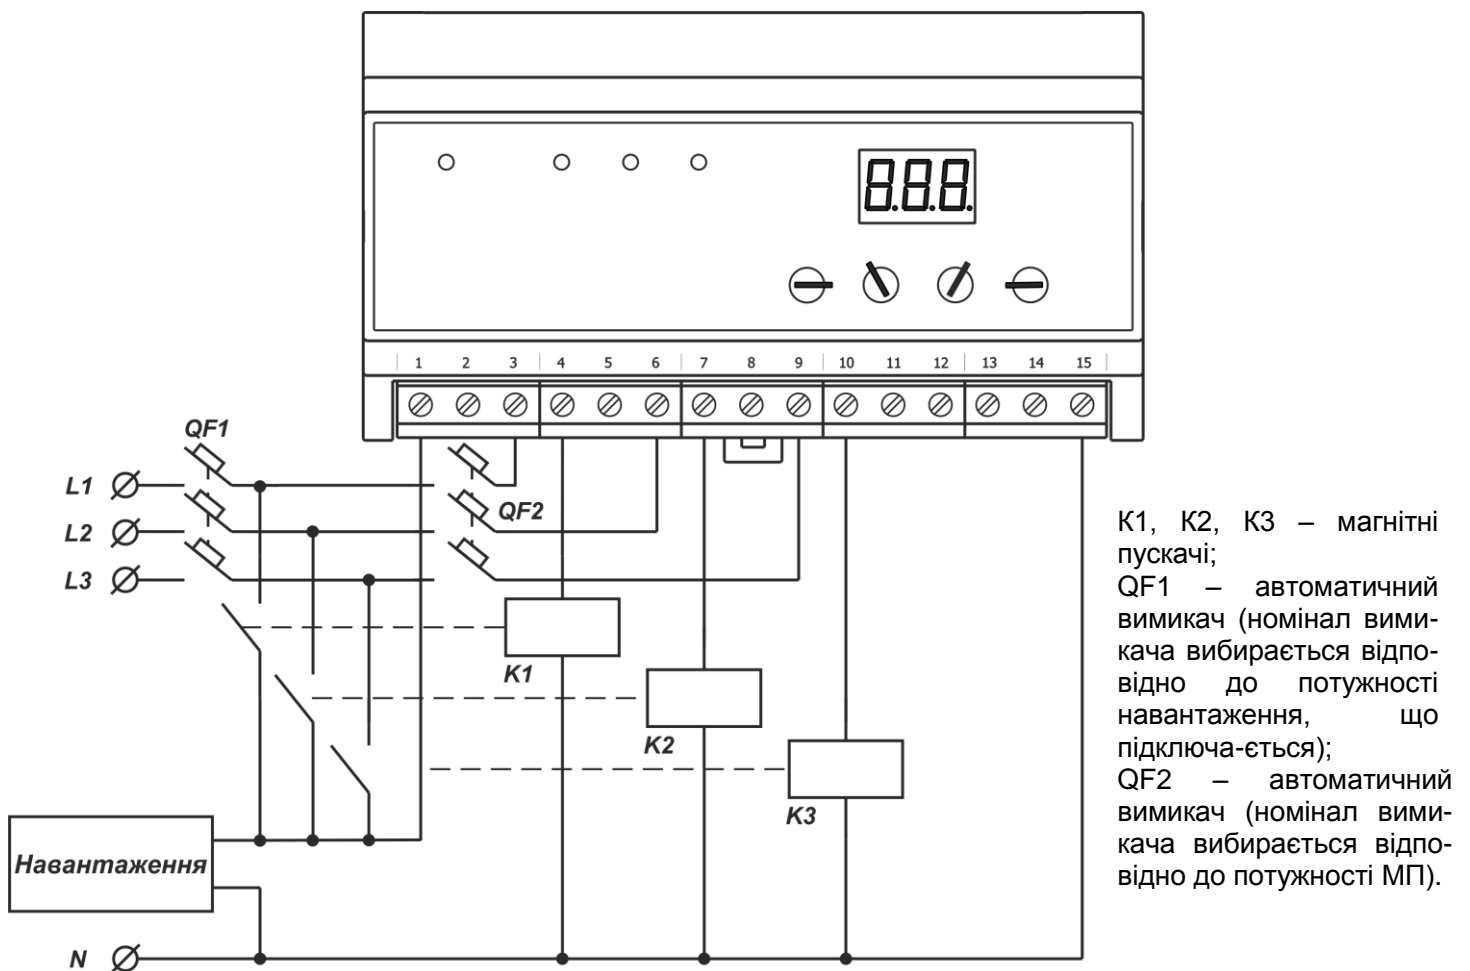

Рисунок 3 – Схема підключення PEF-319 при величині навантаження більше 30 А з використанням МП
4.2.5 У PEF-319 передбачено внутрішнє блокування від залипання контактів вихідних вбудованих реле, а також контроль стану силових контактів МП у зовнішньому ланцюзі (для контролю залипання використовується клемма 1, рис. 3). Якщо хоча б один контакт замкнений («залипнув»), PEF-319 блокується, перемикання фаз не відбувається, блимає червоний індикатор **FAULT** і зелений індикатор фази, на якій відбулося залипання контактів. Одночасно на дисплей короткочасно виводиться код аварії і номер реле (МП) фази, яка «залипла» (наприклад, код «Г 2» означає контакт, який залипнув на фазі L2). Розблокування виробу здійснюється шляхом зняття з нього напруги.